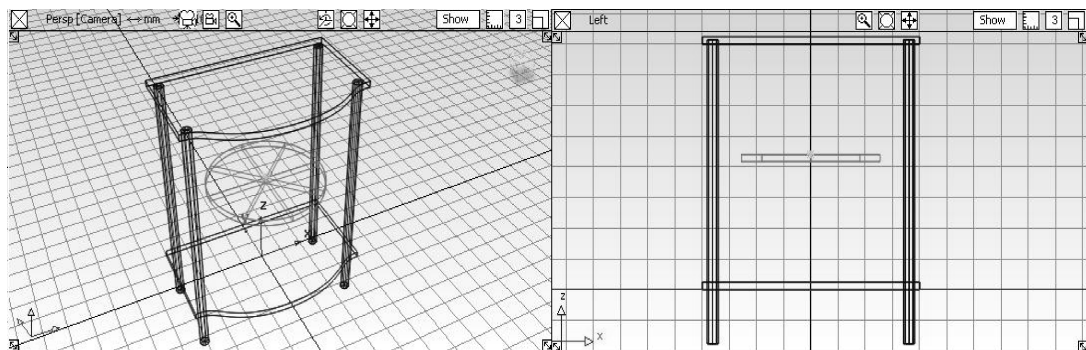

图 3-58 创建圆形玻璃面
- 27 在键盘上按下【F8】键，最大化透视窗口。运用与上面同样的方法，选择【Non Proportional Scale】（非等比放缩）工具，按住鼠标右键在透视图图中拖动，沿 Z 轴缩放圆柱体，形成圆形玻璃面的厚度，释放鼠标。选取【Move】工具，按住鼠标右键在 Z 轴移动到上下玻璃桌面中间的位置，如图 3-58 所示。